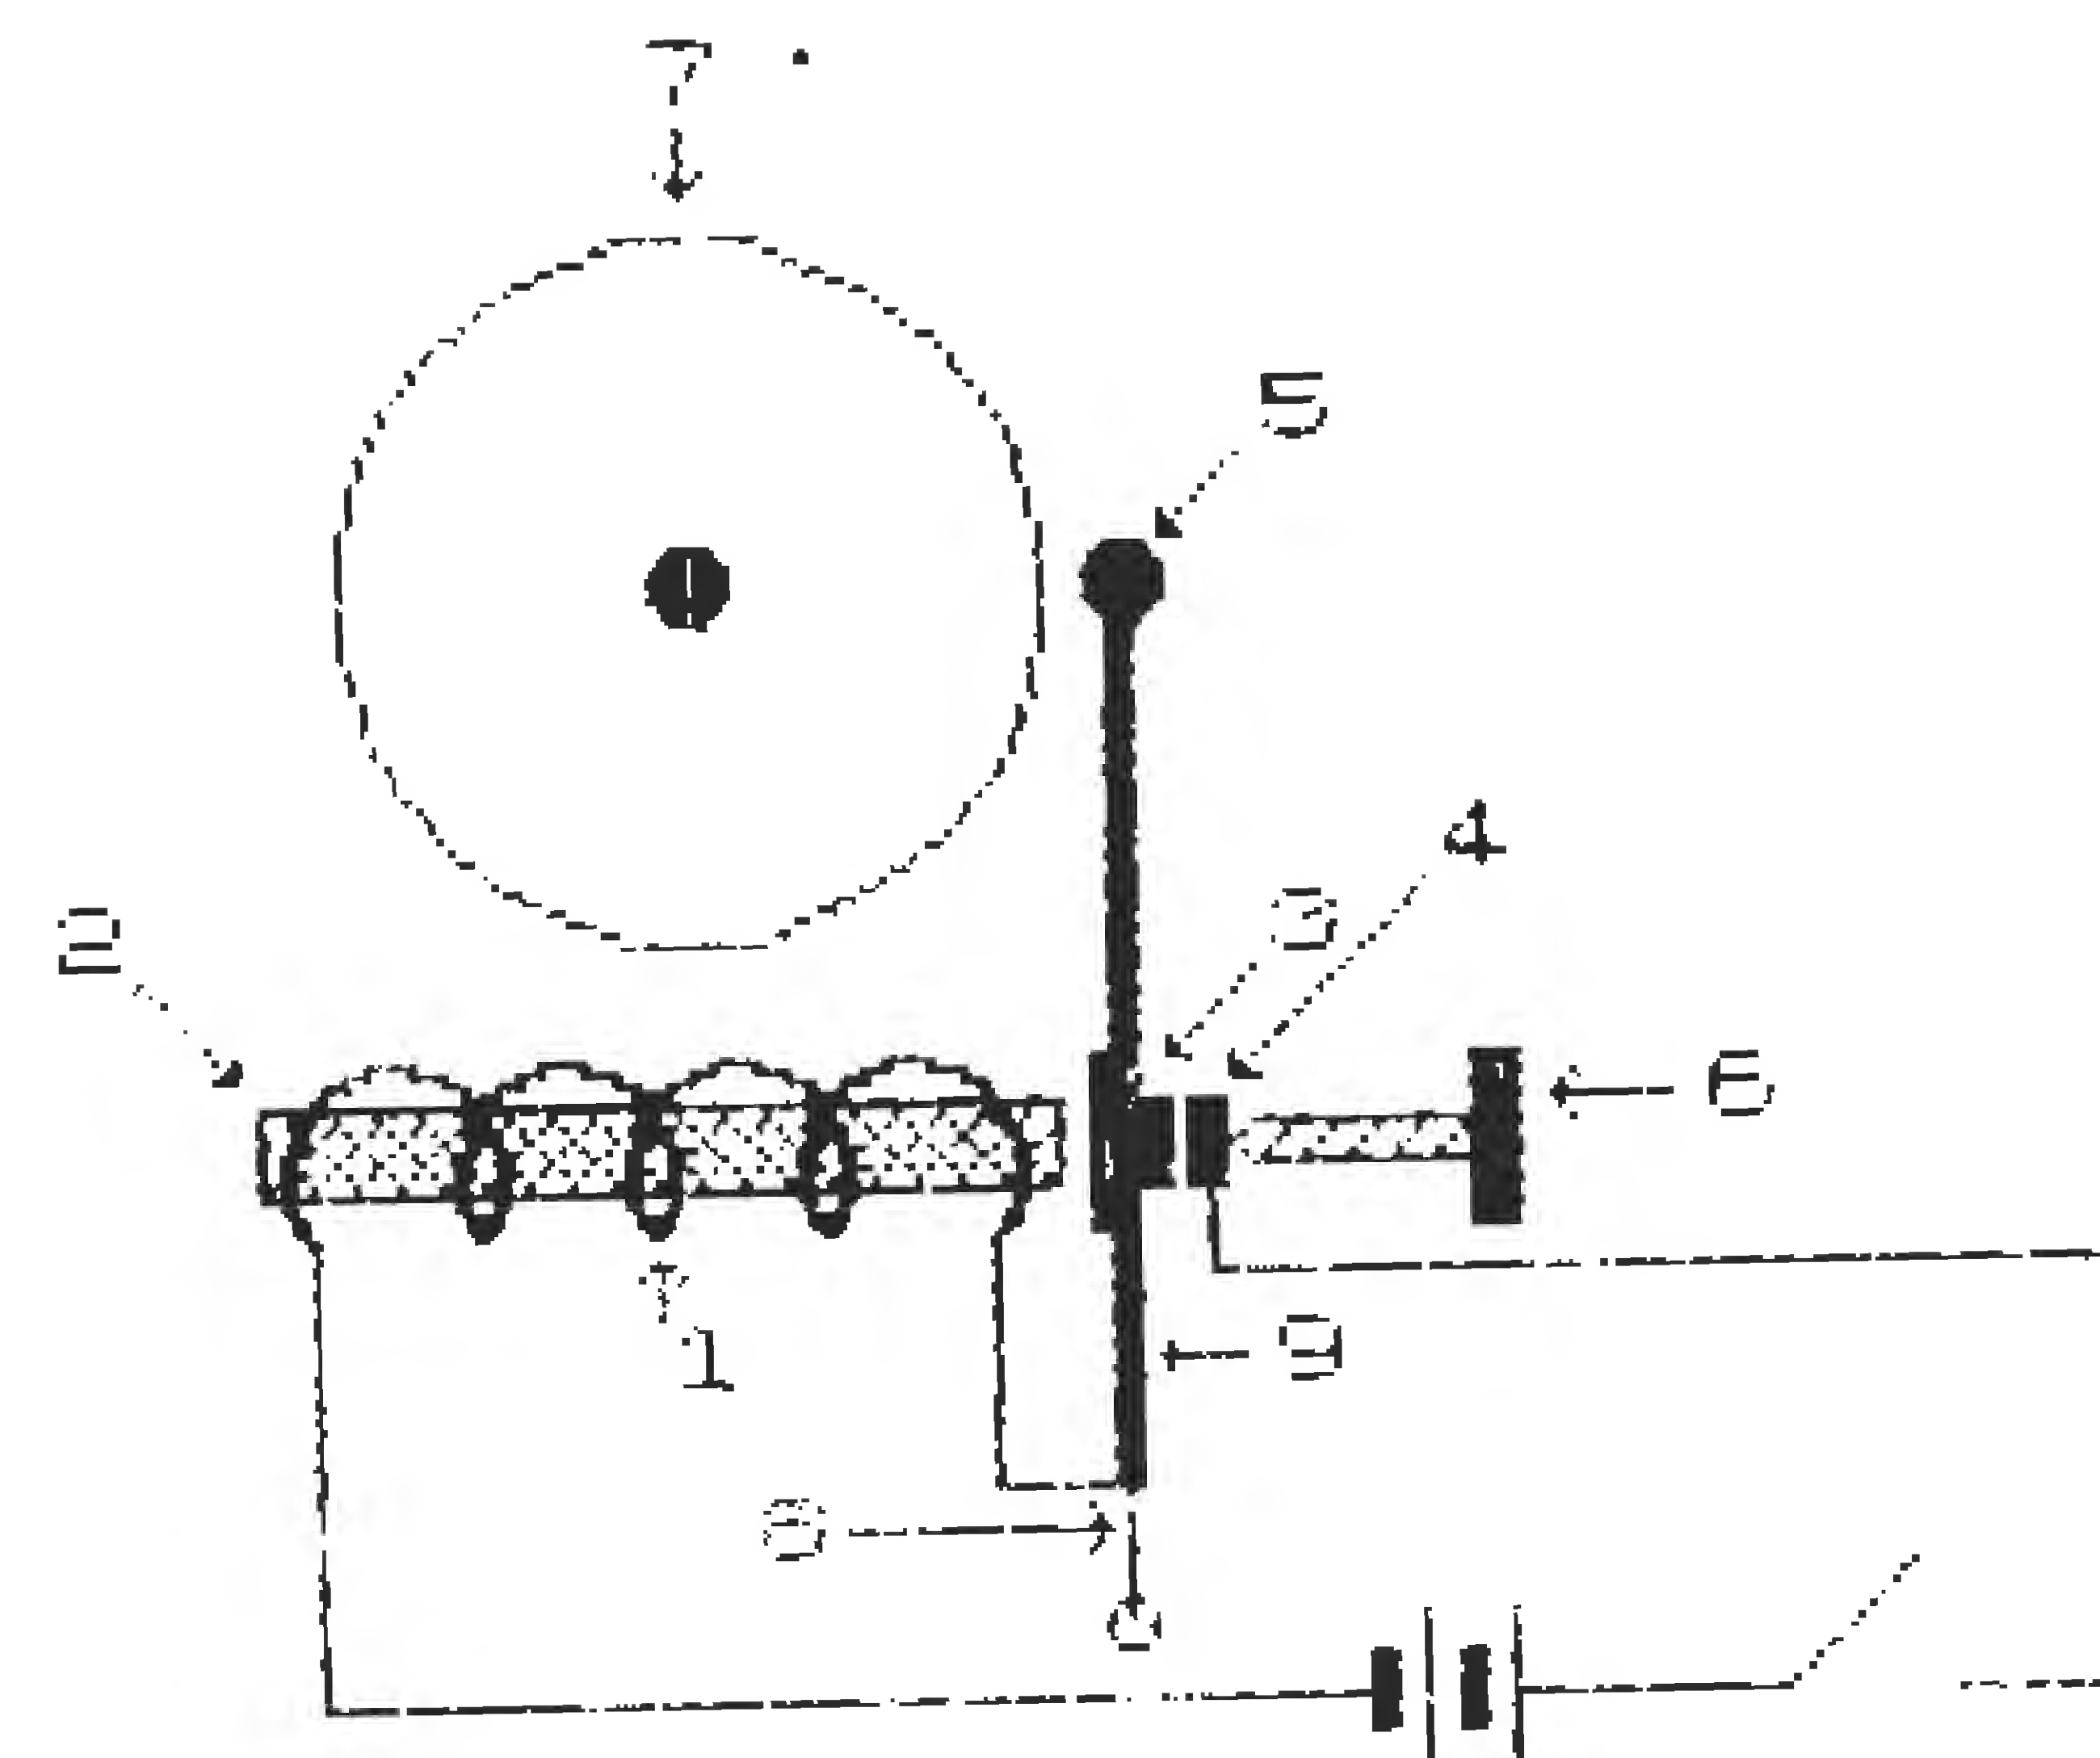

Figura 7/3
- 1.ª Fase: a bobina não recebe tensão, pois o interruptor está aberto: é a situação representada na figura 7/3.